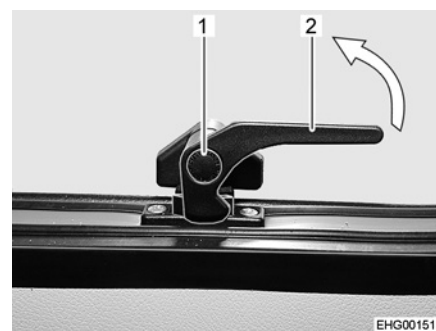

Fig. 26 Leva di serraggio, inferiore (posizione "Aperto")
- Premere il bottone di sicurezza (Fig. 26,2) sulla leva di serraggio inferiore (Fig. 26,3) e mantenerlo premuto.
- Ruotare la leva di serraggio inferiore (Fig. 26,3) di un quarto di giro verso il telaio della finestra, finché il nasello di chiusura (Fig. 26,1) si innesta.